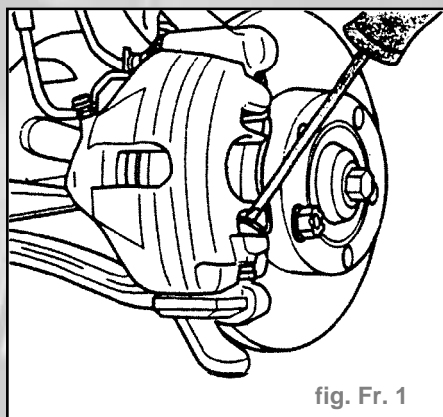

fig. Fr. 1
- Avec un tournevis, dégager du boîtier d'étrier de frein, le ressort de fixation des garnitures de frein et le retirer (fig. Fr. 1).